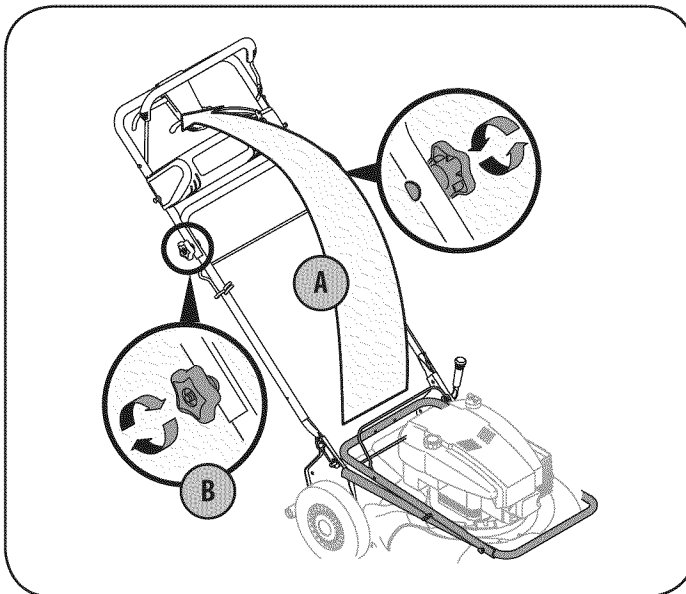

Figura 1
- a. Tire hacia arriba y hacia atrás la manija superior como se muestra en la Figura 1. Asegúrese de que la manija inferior esté asentada firmemente en los soportes de montaje de la manija. Asimismo, no preñe los cables mientras levanta la manija.